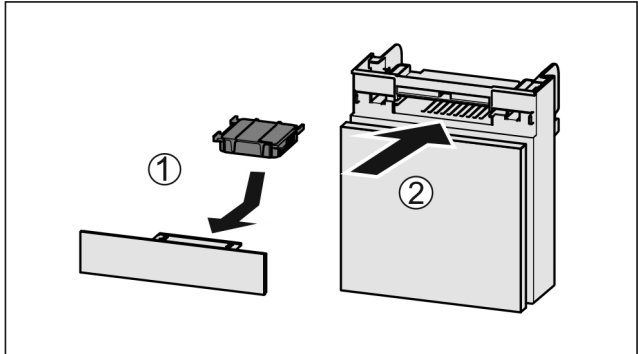

Fig. 115
- 按图装入 Fig. 115 (1) 活性炭过滤器。
- 推入 Fig. 115 (2) 抽屉。